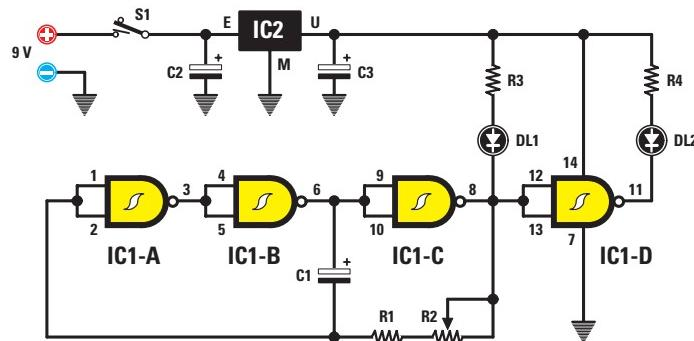

Figure 1: Schéma électrique du clignotant nocturne pour vélo ou piéton.
Il nous a semblé intéressant en particulier de l'utiliser comme ampèremètre ou comme thermomètre (dans ce cas avec une sonde thermique KTY10). Selon ce que l'on désire finalement obtenir comme appareil, il faut changer les valeurs de R4, R5, R10 et R12 (voir le tableau de la figure 1).
**L**e schéma électrique de la figure 1 met en évidence l'utilisation de quatre portes NAND contenues dans le circuit intégré 74HC132 (pouvant être remplacé par le 74LS132). Les trois premières portes IC1-A, IC1-B et IC1-C sont utilisées en étage oscillateur dont la fréquence est déterminée par les valeurs de C1, R1 et R2, la troisième IC1-D est montée en inverseur pour faire clignoter les LED DL1 et DL2.